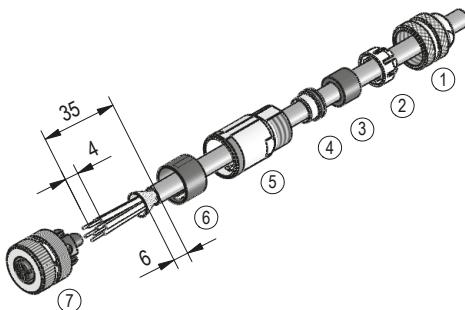

Abb. 7: Gegenstecker M12 gerade
**Montage (Abb. 7)**
1. Dichtung an Schirmring ④ montieren.
2. Teile ① ... ⑥ über Kabelmantel schieben.
5. Litzen in Einsatz ⑦ klemmen (entspr. Anschlussplan Kapitel 4.2).
6. Teile ② ... ⑥ montieren. Schirm wird um Schirmring ④ gelegt.
7. Druckschraube ① mit Kupplunghülse ⑤ verschrauben.